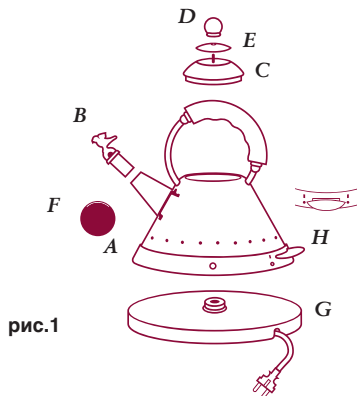

рис.1
- Для тщательной очистки крышки отвинтите круглую ручку (**D**) и отдельно промойте части проточной водой и моющим средством. Тщательно вытрите и вновь соберите, как показано на **рис. 1**.